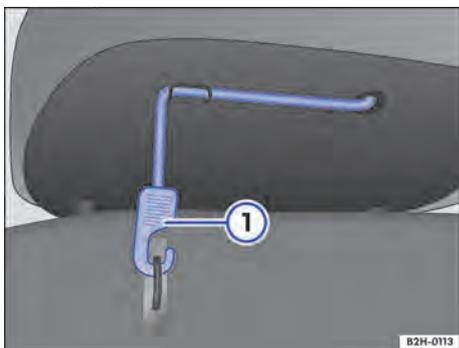

Fig. 59 Sob o banco traseiro: cinta de fixação da superfície do assento.
As duas superfícies do banco traseiro podem ser rebatidas para cima separadamente. Sob cada superfície do banco se encontra uma cinta de fixação → Fig. 59.
1. Desprender a cinta de fixação do suporte sob a superfície do banco → Fig. 59 ①.
3. Inserir a cinta de fixação no encaixe sob a superfície do banco e prender no suporte → Fig. 59.